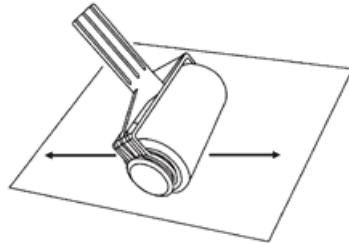

Fig. 2
- 5.Jetzt müssen Sie den Farbroller "aufladen". Dazu rollen Sie ihn 2-3 Minuten lang auf altem Zeitungspapier, bis die Farbe überall auf der Walze sichtbar ist (Abb. 2).